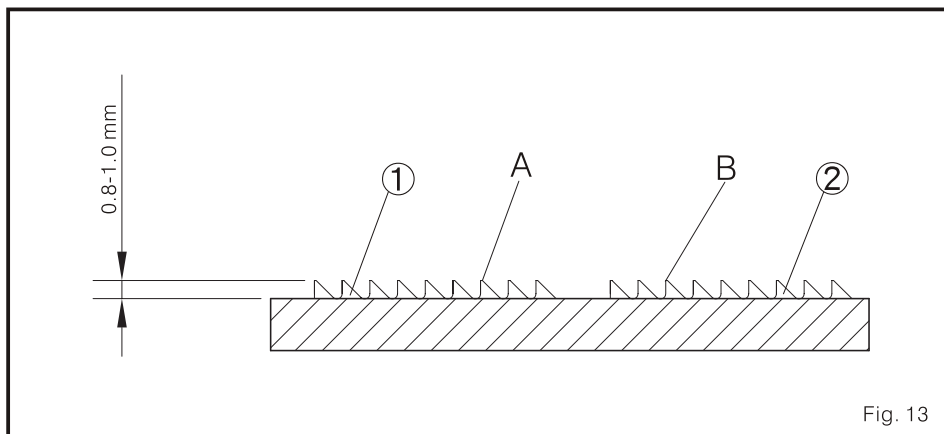

Fig. 13
1. quando o transportador denteado está na posição mais alta. A superfície dos dentes do transportador denteado deve ser paralela à superfície da lâmina agulha. Neste momento, a altura do transportador denteado principal 1 é semelhante à altura do denteado diferencial 2. como também a superfície da lâmina agulha deve ser de 0.8-1.0 mm sobre a superfície da lâmina agulha. (Fig. 13)